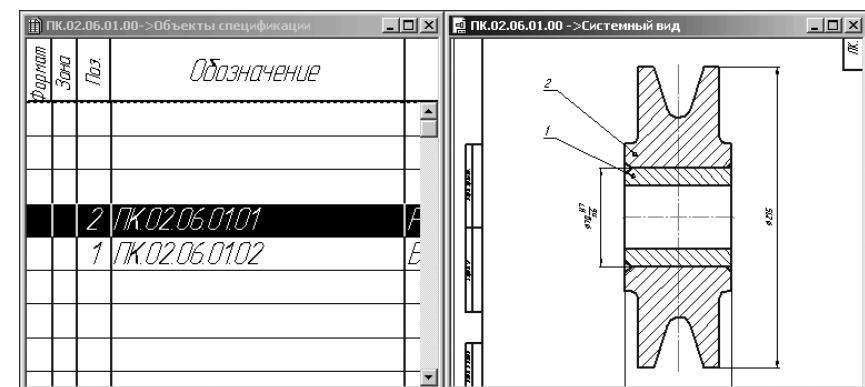

Рис. 6.122. Подчиненное окно с объектами спецификации **Втулка и Ролик**
- щелкните в информационном окне по кнопке **Добавить**. Тут же изменится номер позиции на сборочном чертеже и он станет таким же, как и в подчиненном окне. Таким образом, установилась связь между объектами спецификации и обозначением позиции на сборочном чертеже. Это состояние системы показано на рис. 6.122.